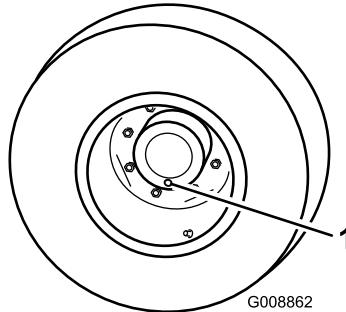

Figure 73
- Placez la machine sur une surface plane et horizontale et tournez une roue de sorte que l'un des bouchons de contrôle se trouve à la position la plus basse (6 heures) (Figure 73).